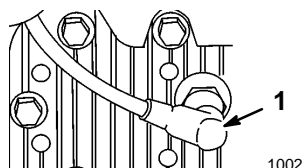

Figure 12
1. Couper le moteur et débrancher la bougie (Fig. 12).
2. Débrancher la bougie (Fig. 12).
3. Débrancher la bougie (Fig. 12).
5. Reconnecter la bougie (Fig. 12).
- C. Si la lame n'est pas usée ni émoussée, redresser la tondeuse et reconnecter le fil de la bougie (Fig. 12).